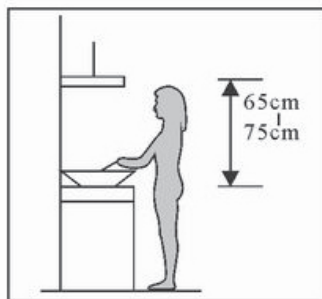

figure 1
1. La distance entre la surface de cuisson et le bord inférieur de la hotte doit être de 65-75 cm (voir figure 1)